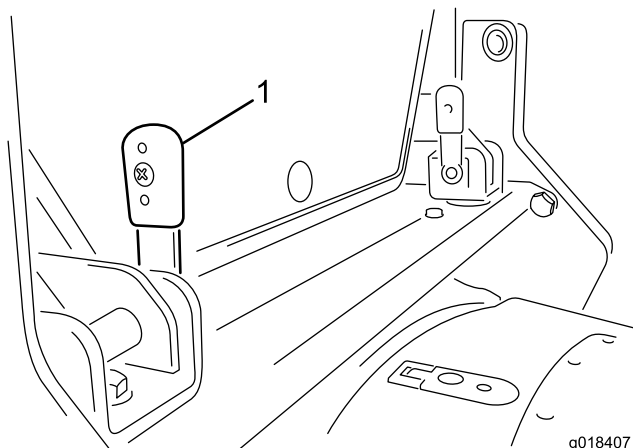

Figura 12
1. Ruotate le 2 leve di bloccaggio situate sulla traversa nella parte posteriore della cabina, in modo che siano rivolte verso l'alto (Figura 12).
3. Premete le leve dalla posizione verticale (Figura 12) attraverso la serie di staffe.